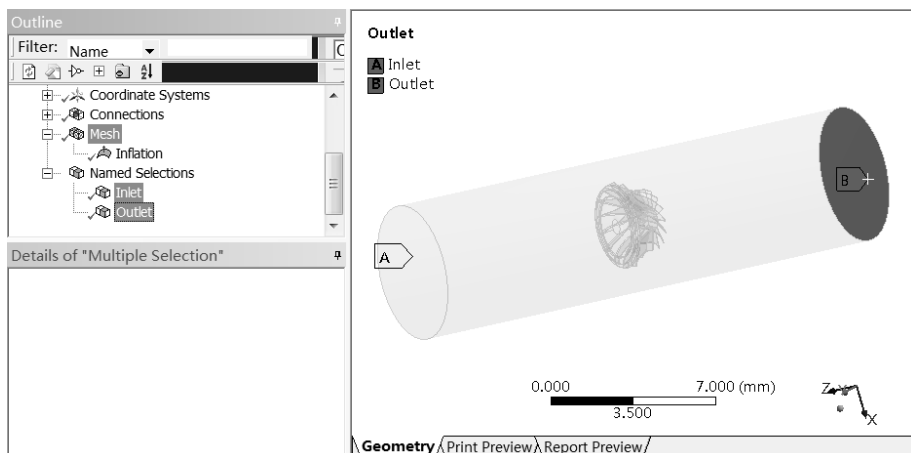

图 17-56 截面命名 (2)
Step8: 同理, 将另外一个截面设置为 Outlet, 如图 17-56 所示。